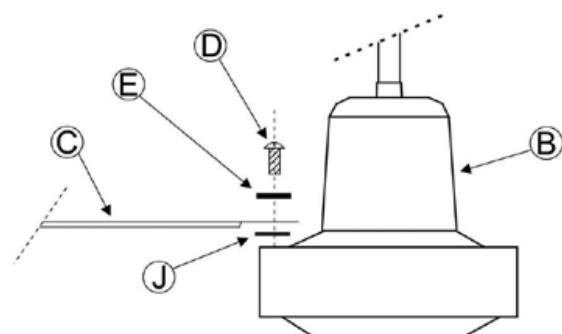

Fig. 5
1. Fixer les pales (C) à l'ensemble moteur-support (B) avec les vis (D) et les rondelles de sécurité (E) sans oublier la protection (J) entre les pales et le moteur pour limiter les transmissions de vibrations (**Fig.5**)